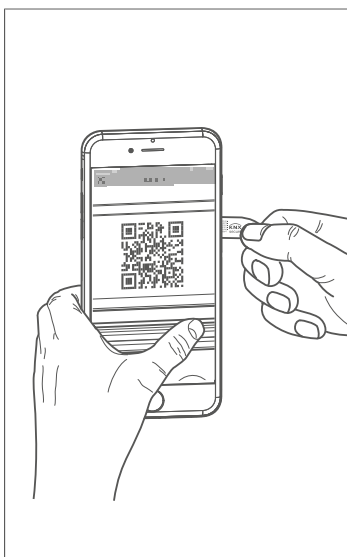
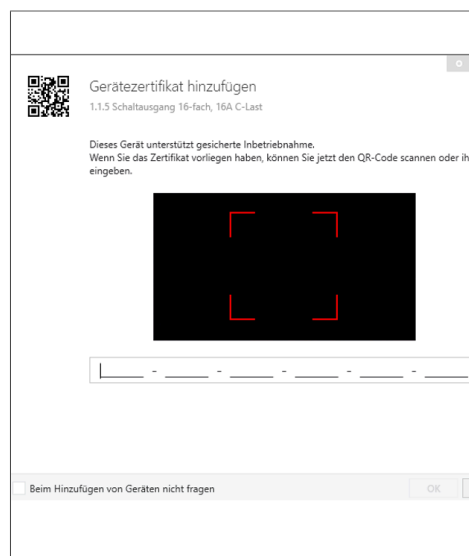

Fig. 10: QR-Code scannen
Fig. 11: QR-Code manuell eingeben
- 2 Das Gerätezertifikat (QR-Code) eingeben (Bild 11) oder scannen (Bild 10) bzw. dem Projekt in der ETS hinzufügen.